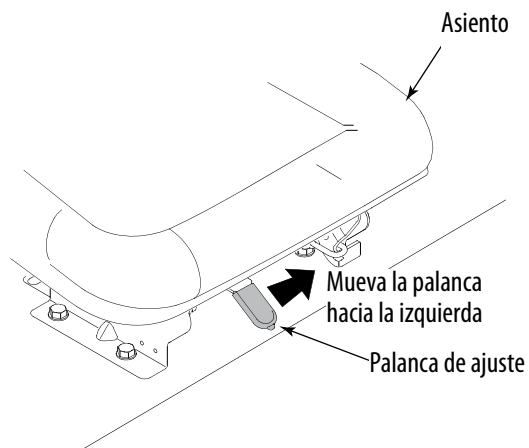

Figura 6-4
- Para ajustar la posición del asiento, mueva y sostenga la palanca de ajuste del asiento hacia la izquierda. Deslice el asiento hacia adelante o hacia atrás a la posición deseada; luego suelte la palanca de ajuste. Asegúrese de que el asiento esté fijo en su posición antes de operar el tractor. Vea la Figura 6-4.